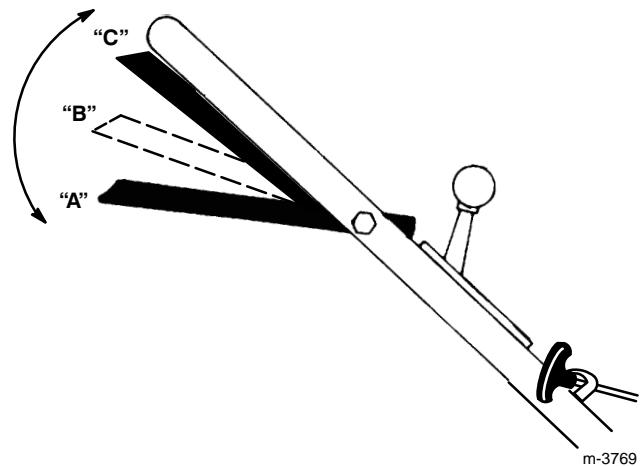

Figure 12
6. OPERACIÓN DE LA CUCHILLA Y DEL MECANISMO DE TRACCIÓN (Fig. 12)—Con la barra de control en la posición "A", deslícela hacia la derecha y súbala hasta la posición "B" para enganchar la cuchilla. Para conducir, oprima la barra de control contra la manija hasta la posición "C". Suelte gradualmente la barra de control hasta la posición "B" para desenganchar el mecanismo de tracción pero manteniendo la cuchilla enganchada. Para autopropulsar la máquina con la cuchilla desenganchada, simplemente oprima la barra de control contra la manija hasta la posición "C", sin deslizar la barra de control hacia la derecha.